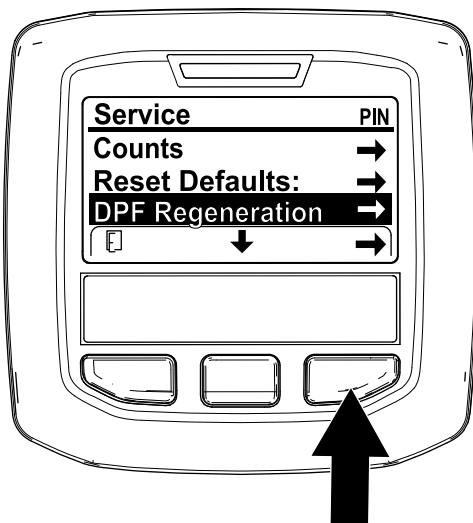

Figura 36
- Accedete al menu Manutenzione (Service) e premete il pulsante centrale per scorrere il menu verso il basso fino all'opzione DPF REGENERATION (Figura 36).
- Premete il pulsante destro per selezionare la voce DPF Regeneration (Figura 36).